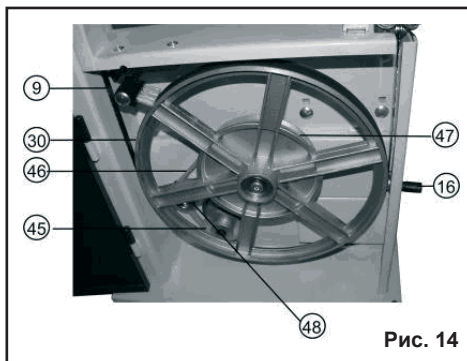

Рис. 14
11.7. Изменение скорости движения пильной ленты (Рис. 14, 15)
деньте перчатки), снимите пильную ленту (9), Рис. 14.